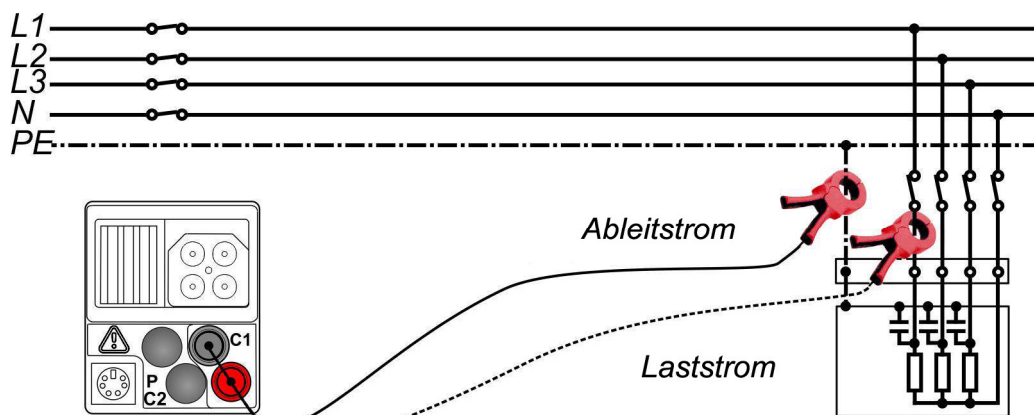

Abbildung 5.39: Anschluss des optionalen Stromzangenadapters BENNING CC 1 oder BENNING CC 3
- ❑ Umfassen Sie den einadrigen Leiter mit der Strommesszange (siehe Abbildung 5.39).